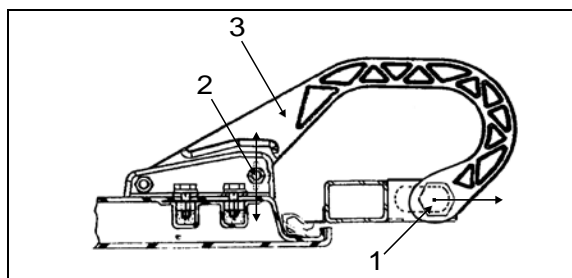

FIGURE 73 : CHARNIÈRE DE PORTE SUPÉRIEURE
2. Desserrer l'écrou (1, Figure 73).
3. Déplacer la pièce (3, Figure 73) tel qu'illustré dans la figure pour l'ajuster vers la gauche ou la droite.
4. Serrer l'écrou (1, Figure 73).
5. Desserrer l'écrou (2, Figure 73).